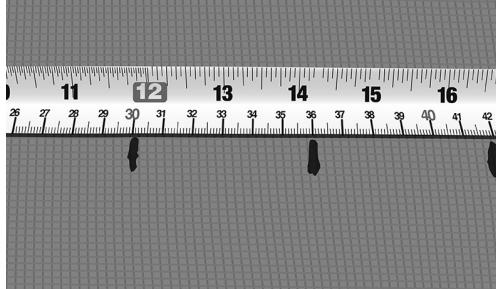

Fig. 8. Marker centeravstanden (CC) på gulvet
6. Markér den beregnede C-C-afstand på gulv fladen (fig. 8).